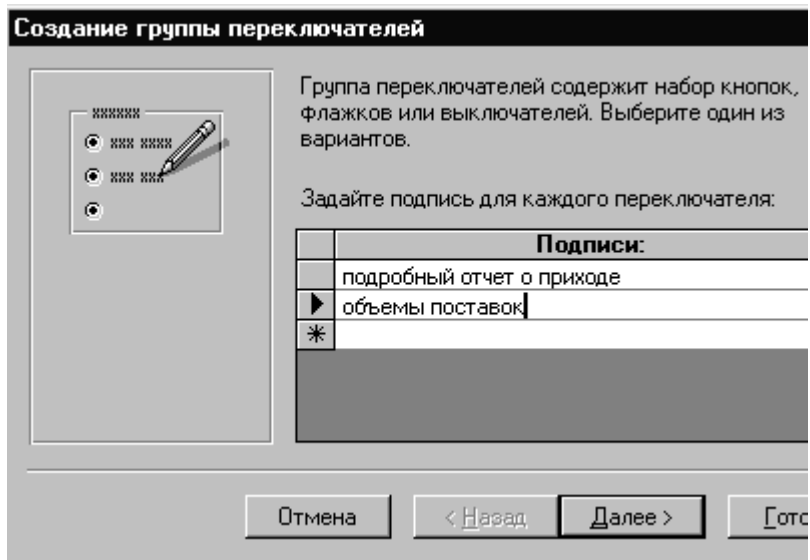
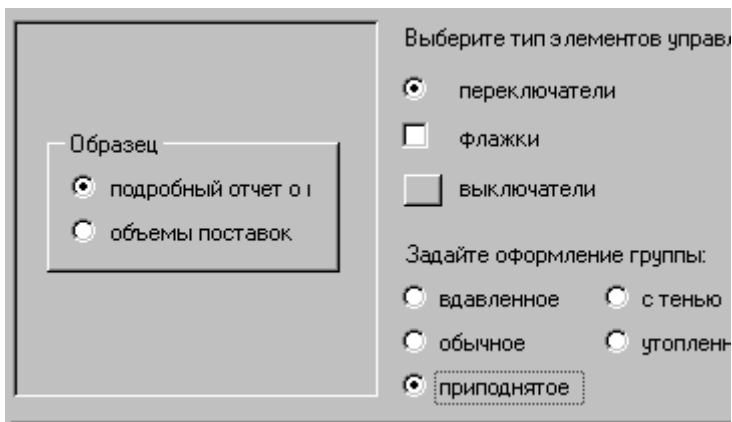

Рис. 85. Подписи к переключателям
Рис. 86. Выбор варианта использования значения переключателя
7.2. Группа переключателей. Откроем форму «отчет_приход» в режиме конструктора. Поместим в форму элемент управления «Группа переключателей» (см. Шаг второй, рис. 15). Откроется диалоговое окно (рис. 85).
У нас пока создано два отчета. Возможно, Вы создали больше. В любом случае каждому отчету мы поставим в соответствие переключатель. Введем подписи к двум переключателям (рис. 85) и нажмем «Далее». Теперь система потребует задать переключатель, используемый по умолчанию. Здесь Вы можете поступать по своему усмотрению. Нажмите «Далее». Вы увидите список, в котором каждой подписи соответствует натуральное число. Система по умолчанию в каждой строке устанавливает число, равное номеру строки. Мы имеем право изменить заданные системой значения, но не хотим. Поэтому нажмем «Далее». Оставим переключатель (рис. 86) в положении «Сохранить значение для дальнейшего использования» и нажмем «Далее».